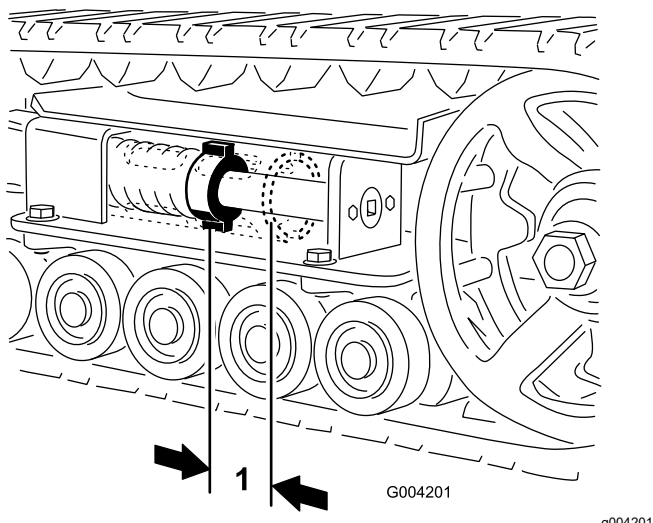

Figure 44
L'écrou de tension et l'arrière du tube de tension doivent être distants de 7 cm (Figure 44). Si ce n'est pas le cas, réglez la tension des chenilles comme suit :
5. À l'aide d'une clé à cliquet de ½ pouce, tournez la vis de tension dans le sens antihoraire jusqu'à obtention d'un espacement de 7 cm entre l'écrou de tension et l'arrière du tube de tension (Figure 44).
12. Tournez la vis de tension dans le sens antihoraire jusqu'à obtention d'un écartement de 7 cm entre l'écrou de tension et l'arrière du tube de tension (Figure 44).
18. Tournez la vis de tension dans le sens antihoraire jusqu'à obtention d'un écartement de 7 cm entre l'écrou de tension et l'arrière du tube de tension (Figure 44).